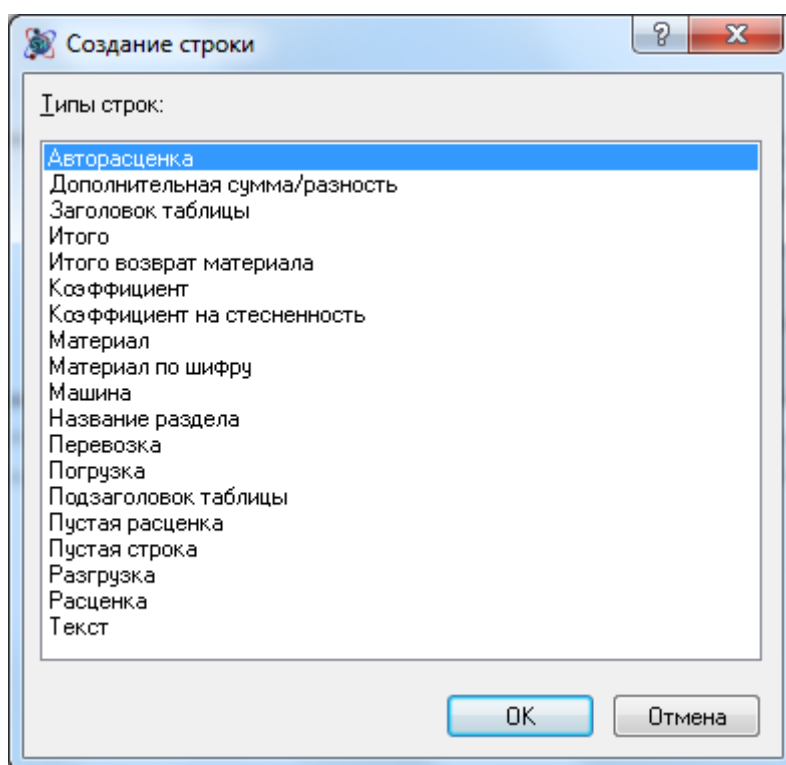

Рис. 1.33 Диалоговое окно **Создание строки**
3. В открывшемся диалоговом окне *Создание строки* (рис. 1.33) выбрать нужный тип строки нажать на кнопку **ОК**.